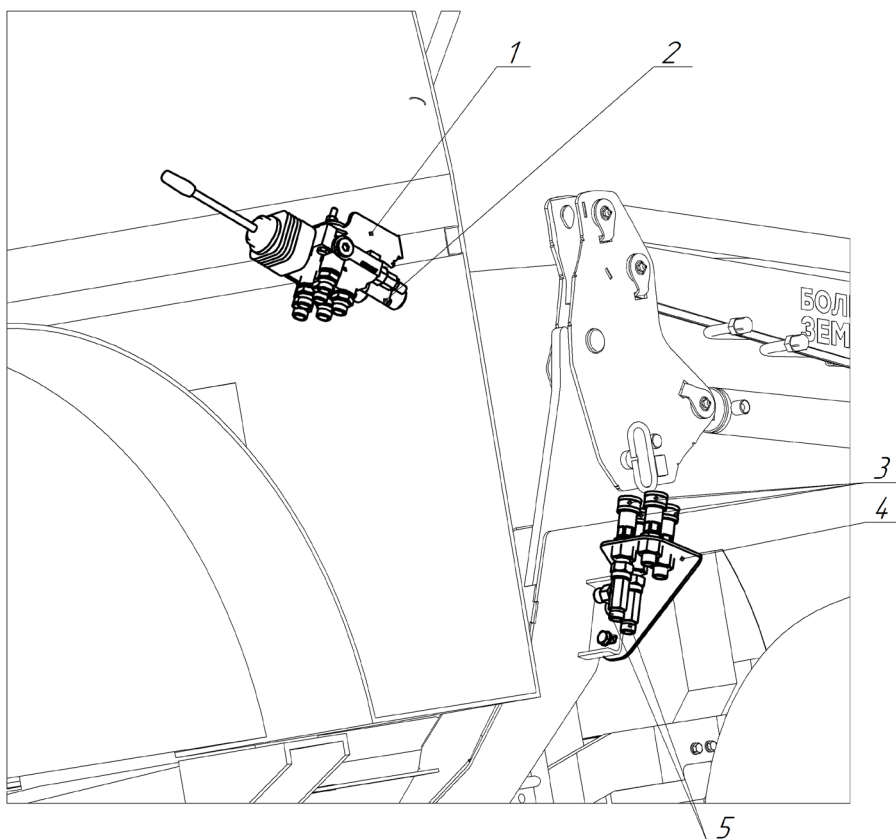

Рис. 2.2
2.1.2.6. На переборочные двух муфт БРС, расположенных ближе к оси трактора, установить 2 тройника 5 (рис.2.2) из комплекта погрузчика.